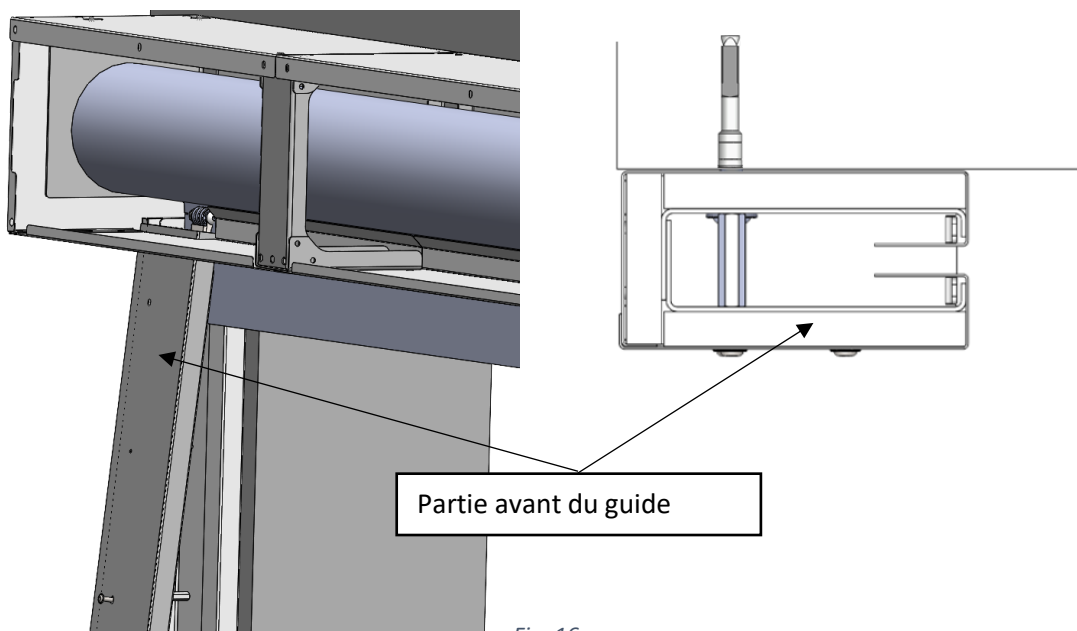

Fig. 16
- Faire glisser la partie supérieure des guides et la visser avec les vis M6 fournies par le fabricant (voir figure 16).